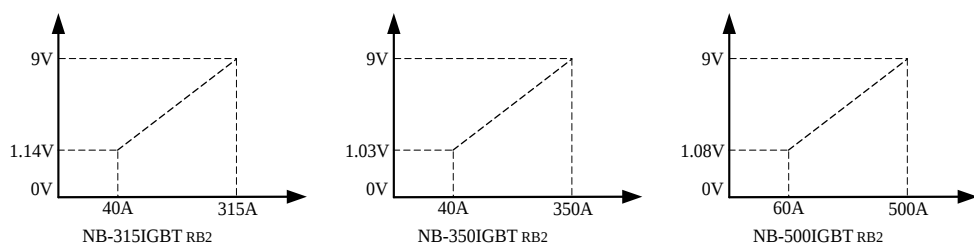

图 11
(5) 机器人给定电流输出模拟量与焊机电源电流对应关系如图 11 所示。